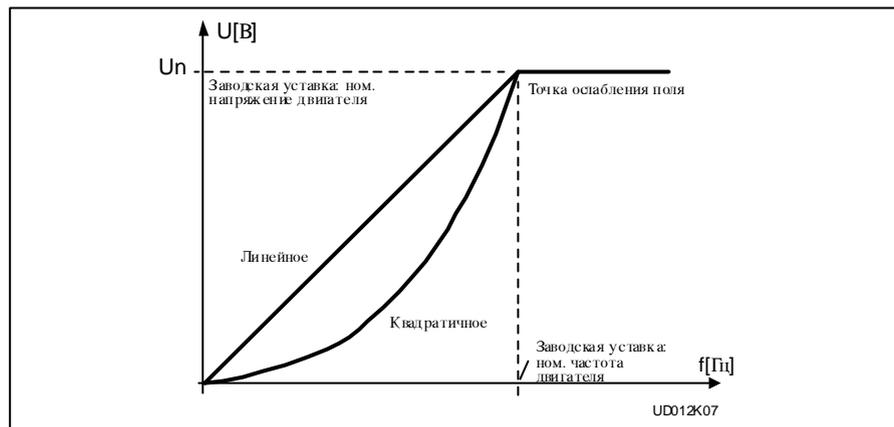

Рис. 1.4-2 Линейное и квадратичное соотношения  $U/f$ .
Линейное: Напряжение на двигателе растет линейно с увеличением частоты от 0 до номинальной частоты двигателя. Номинальное напряжение подается на двигатель при номинальной частоте. См. рис. 1.4-2.
**Квадратичное:** Напряжение двигателя изменяется по квадратичной зависимости по мере возрастания частоты от 0 Гц до точки ослабления поля. В точке ослабления поля и на частотах, превышающих ее, на двигатель подается номинальное напряжение. См. рис. 1.4-2.